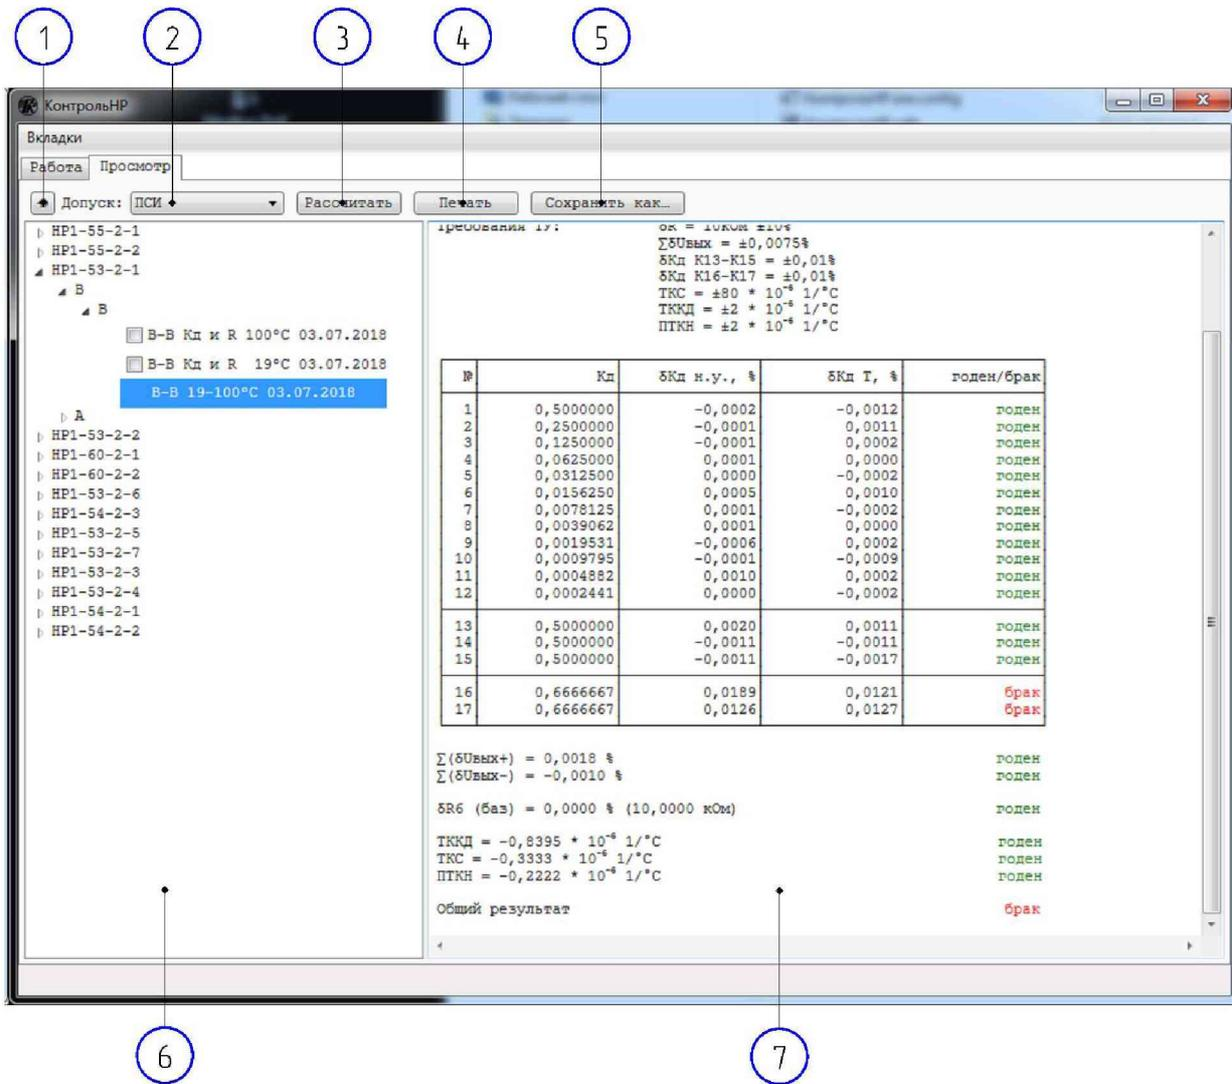

Рисунок 5
2.3.2.2 Выбрать используемый допуск (Рисунок 5, выноска 2).
2.3.2.3 В области, обозначенной выноской 6 (Рисунок 5), выбрать измерение. Измерения имеют такую структуру «обозначение изделия – партию – номер».
2.3.2.4 После того как файл будет сформирован его содержимое будет отображено в области, обозначенной выноской 7 (Рисунок 5).
2.3.2.5 Для того что бы распечатать файл необходимо нажать кнопку, обозначенную выноской 4(Рисунок 5), после этого отобразится форма, представленная на рисунке 6, в которой можно выбрать принтер и настроить его, после чего распечатать.
2.3.2.6 Нажав кнопку, обозначенную выноской 5 (Рисунок 5), «Сохранить как ...», отобразится форма, представленная на рисунке 7, в которой можно выбрать место сохранения файла, после чего сохранить файл. Сохранённый файл, будет иметь расширение «RTF».
2.3.2.7 Выбрав 2 соответствующих измерения в области, обозначенной выноской 6(Рисунок 5), и нажав кнопку, обозначенную выноской 5 (Рисунок 5), «Рассчитать», произойдет расчёт температурных характеристик.
2.3.2.8 Для обновление данных нажать кнопку, обозначенную выноской 1 (Рисунок 5).